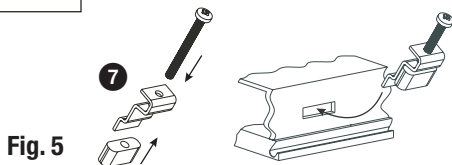

Fig. 5
- Schroef de schroeven **Fig. 5** vast tot de hoeken van het frame tegen de schakelkastdeur aanliggen.